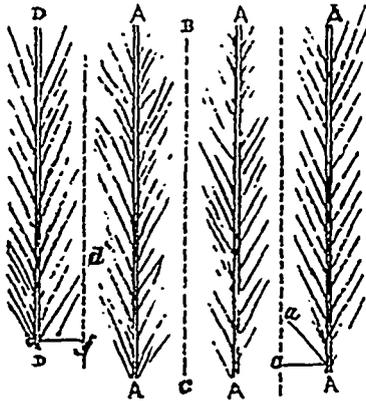
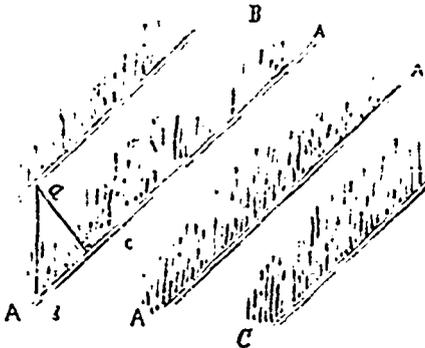

Fig. 1.
Fig. 2.
2. Si le terrain s'incline en pente régulière, les drains peuvent descendre en droite ligne et parallèlement, à moins que la chose ne soit impossible, avec un espace de deux perches entre eux. Ils ne doivent jamais descendre obliquement. La figure 1 indique comment des fossés descendant directement d'en haut en B, en bas en C, égouttent le terrain de chaque côté (les lignes doubles représentent les fossés, l'eau filtrant obliquement des lignes pointillées de chaque côté dans la direction de a à b, ou de d à e, dans les drains. La figure 2 représente des drains obliques recevant l'eau seu-